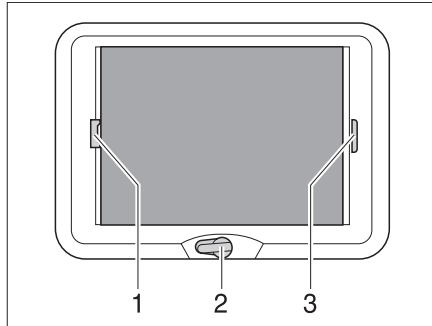

Bild 90 Vevmanövrerad taklucka
- Vrid på handveven (Bild 90,2) tills ett motstånd känns (max öppningsvinkel 70°).
- Drag i plisségardinens handtag (Bild 90,3) och släpp i önskad position. Plisségardinen stannar i denna position.
- Drag, med handtaget (Bild 90,1), insektsskyddet till plisségardinens handtag (Bild 90,3) på den motsatta sidan, där det hakas i.
- Tryck insektsskyddets handtag (Bild 90,1) bakåt, uppåt och haka av insektsskyddet från plisségardinen (Bild 90,3).